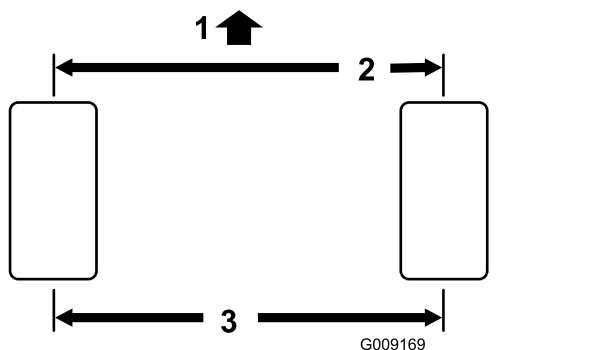

Figure 61
1. Mesurez l'entraxe (à hauteur d'essieu) à l'avant et à l'arrière des roues directrices (Figure 61).